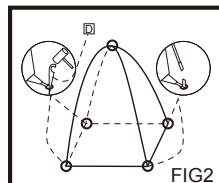

FIG2
- Levante la tienda <A> e introduzca los extremos de los tubos dentro de las barras de hierro (que están en cada esquina de la tienda <A>). (FIG2)
- Ate el tejido de la tienda interior <E> en la unión de los tubos con la cuerda cosida. (FIG2)
- Asegure la tienda introduciendo las estacas <D> dentro de las trabilas del suelo. (FIG2)